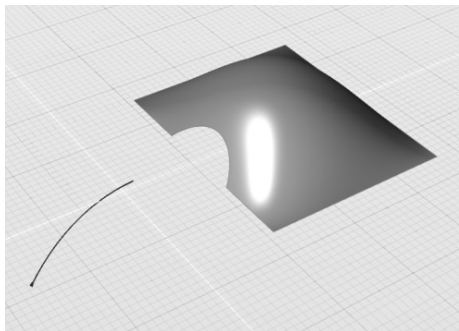

图 3-64 打开练习文件
1) 打开素材文件夹“练习（3.4.4_1）”中的 Evolve 文件，激活透视图，如图 3-64 所示。